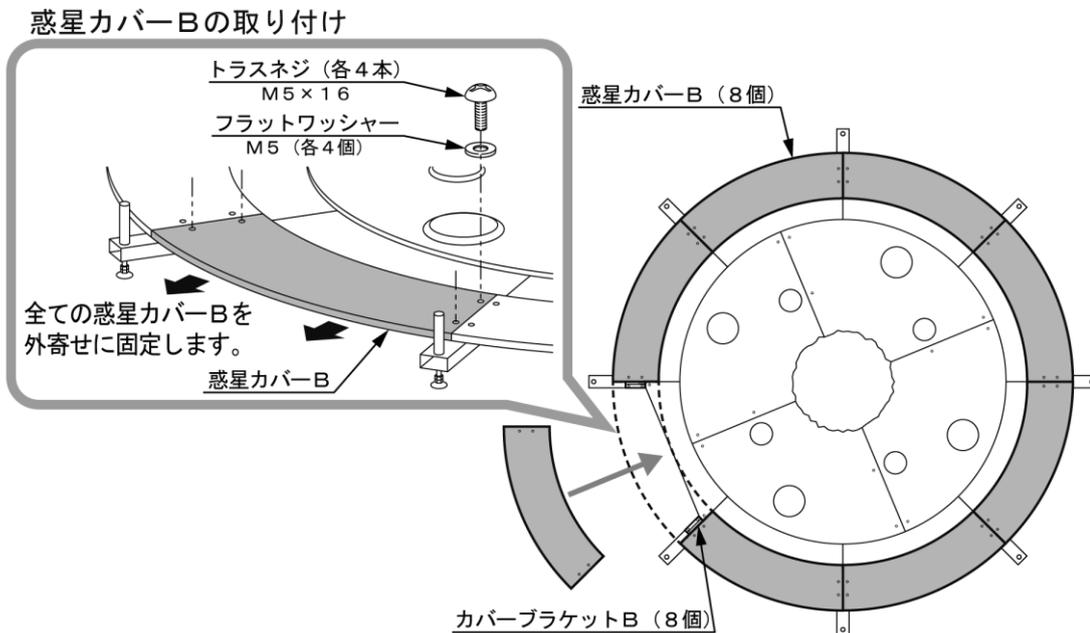

図6-20 惑星カバーBの取り付け
(13) 惑星カバーBの取り付け
- ① 「(11)」で取り付けしたカバーブラケットBに惑星カバーB（8個）を取り付けます。カバーブラケットBに付属のトラスネジ（M5×16 各4本）とフラットワッシャー（M5 各4個）で惑星カバーBを固定します。（図6-20）